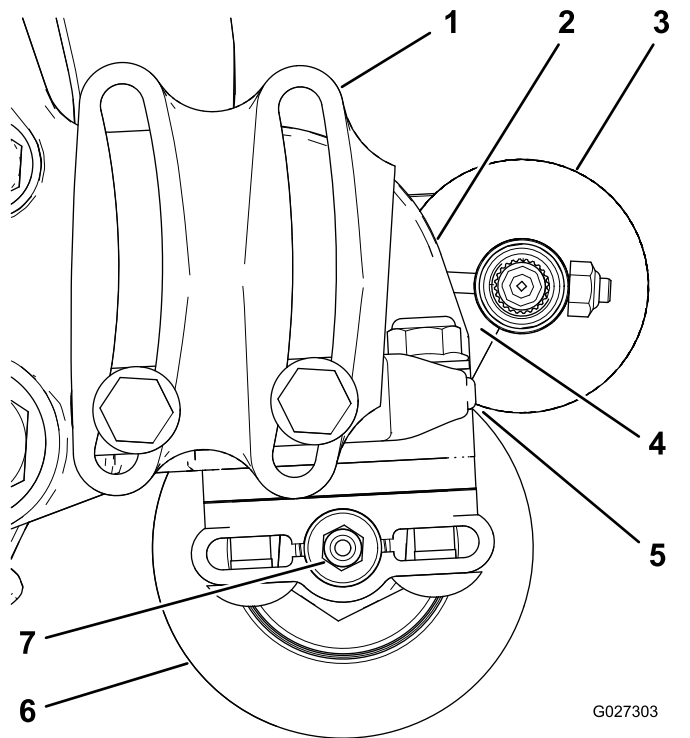

Figura 11
2. Coloque el cepillo del rodillo de manera que apenas toque o descansa sobre el rodillo trasero (Figura 11).